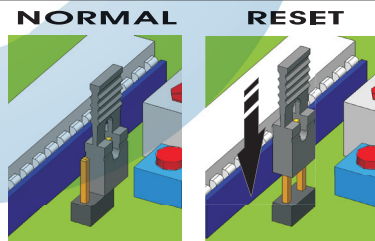

Fig. 04
- 4- Geef een commando **OPEN A** met een willekeurige voorziening die met deze ingang verbonden is, het display geeft de waarde "R-" weer en de vleugels beginnen te bewegen. De eerste manoeuvre die door de vleugels wordt uitgevoerd, moet een sluiting zijn. Als dat niet gebeurt, moet de beweging van het hek worden stopgezet met een reset-impuls, door een verbinding te maken tussen de twee pins van "**RESET**" met behulp van de speciale connector (zie Fig. 04). Schakel de spanning uit en zet de connector weer in de normale stand (Fig. 04). Wissel vervolgens de draden om van de motor/en die de openingsmanoeuvre hebben uitgevoerd. Hervat de programmeerfase vanaf punt 1.